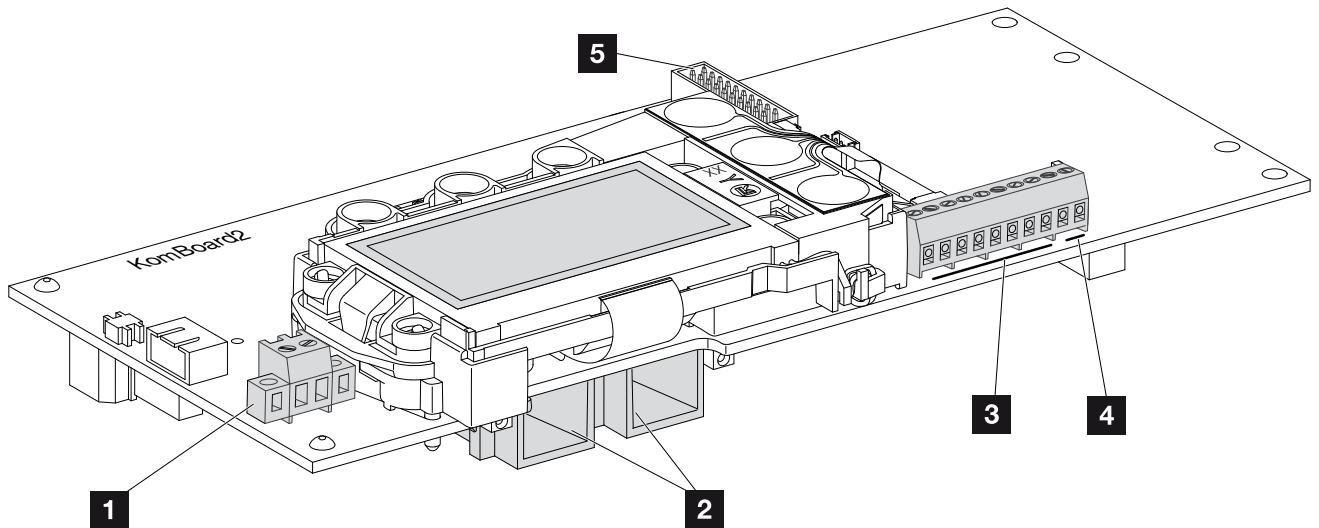

Abb. 38: Komponenten des Kommunikationsboards
6. Die Buchsen und Stecker der DC-Strings am Wechselrichter einstecken. **Abb. 38**